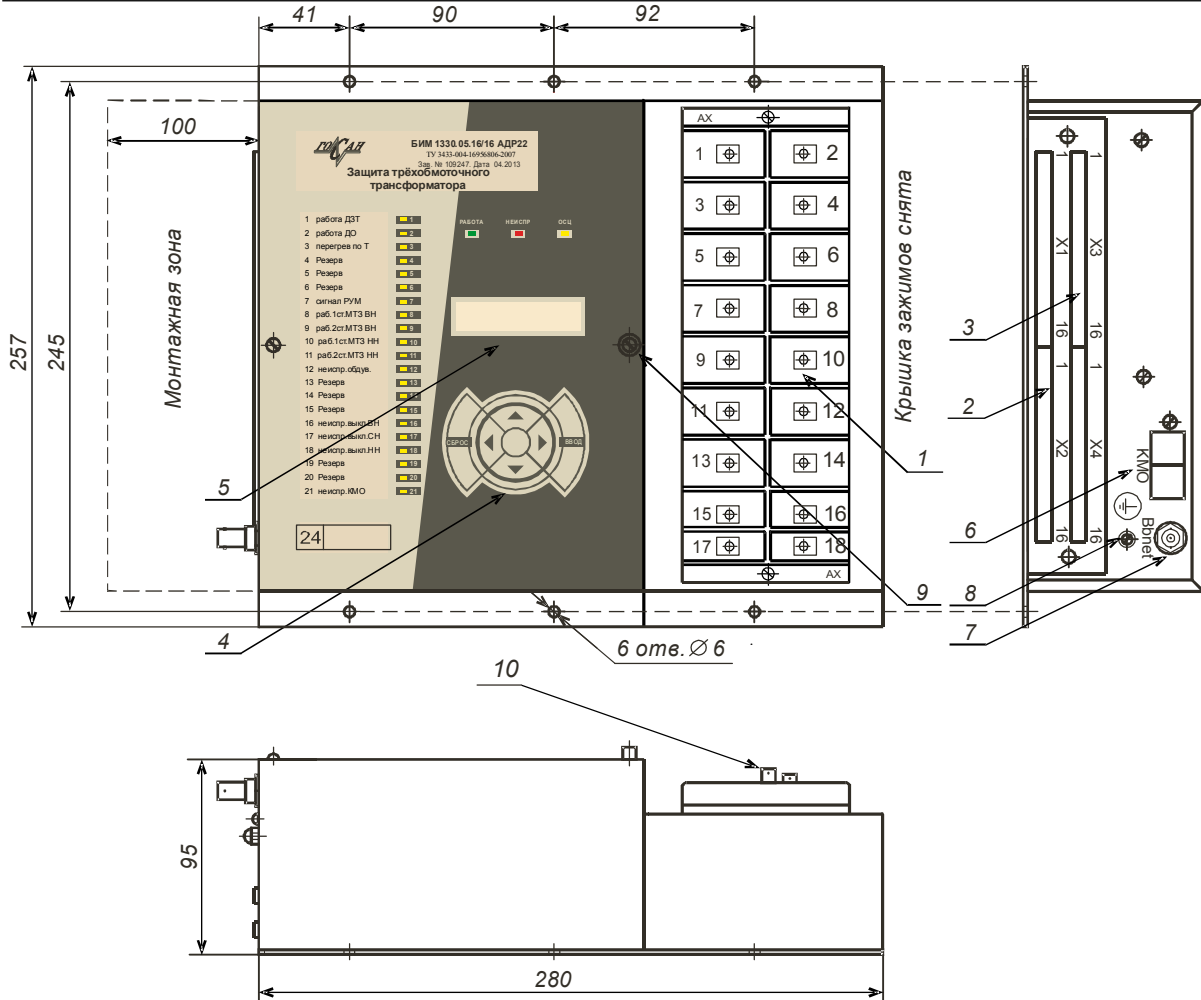

Рис. 2 Общий вид модификации БИМ IXXX – 16 дискр. входов, 16 дискр. выходов
БИМ 1XXX – для одностороннего монтажа на панелях и в шкафах (рис. 2), с количеством дискретных входов и выходов 16/16. Выполнен в виде двух корпусов, соединённых между собой. В меньшем корпусе находится аналоговая часть с преобразователями и клеммными зажимами АХ1-АХ18 (1) для подключения цепей переменного тока, а также цепей питания терминала. На лицевой стороне корпуса находится блок индикации с символьным дисплеем (5) и клавиатурой (4). На боковой стороне корпуса расположены разъёмы дискретных входов Х1-Х2 (2), разъёмы дискретных выходов Х3-Х4 (3), разъёмы интерфейсов (6,7) и винт заземления терминала (8).